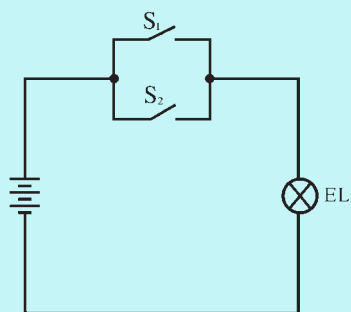

图 2.35 两个开关并联控制一个电灯
4. 在图2.35中，开关 $S_1$ 和开关 $S_2$ 并联控制电灯。请依照电路图分析开关通断和电灯EL亮灭的关系，并完成表格 (表2.7)。